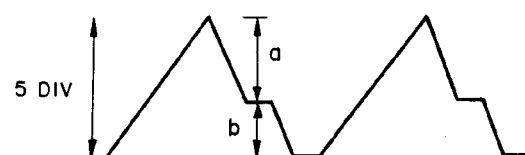

Fig. 11-5 Forme d'onde
3. Si la forme d'onde est semblable à celle de la Fig. 11-5, faire varier le gain du oscilloscope jusqu'à ce qu'elle soit en dents de scie avec 5 divisions crête à crête puis, en se reportant à la Fig. 11-5, régler VR1 jusqu'à ce que a à b soit égal à 3 à 2 (veiller à ce qu'aucun bruit ne gêne le réglage).